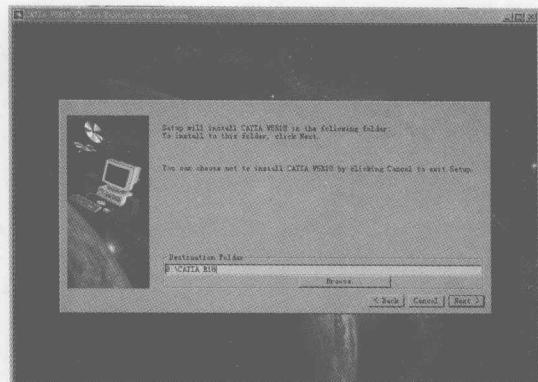

图 1-2 安装提示界面 2
- (2) 单击 Next 按钮，直到出现如图 1-2 所示的提示框，从中输入或选择安装路径。